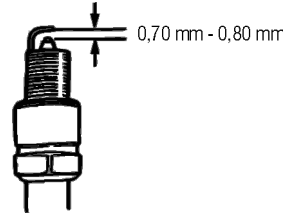

Fig. 35 – Folga da vela
- g. Para o correto funcionamento, a folga da vela deve estar entre 0,70 mm e 0,80 mm, (fig. 35). Corrija a folga da vela caso esteja fora deste padrão.